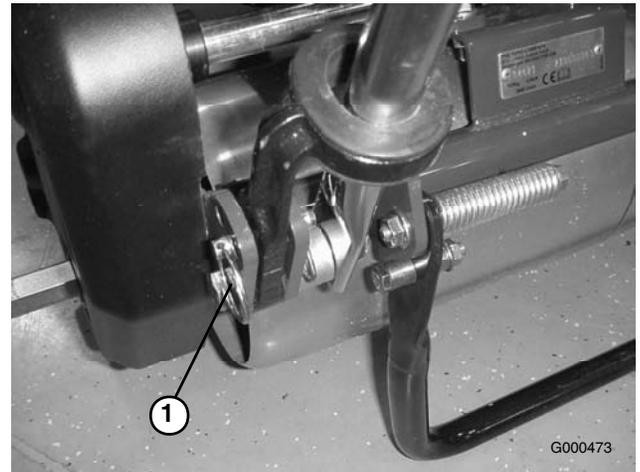

Figura 6
1. Retire o pino manilha do gancho de anel em cada lado do cortador (Figura 6).
2. Enquanto segurar no manípulo, retire o gancho de anel de cada lado e suba ou desça o manípulo até o colocar na posição desejada para a sua utilização (Figura 6).